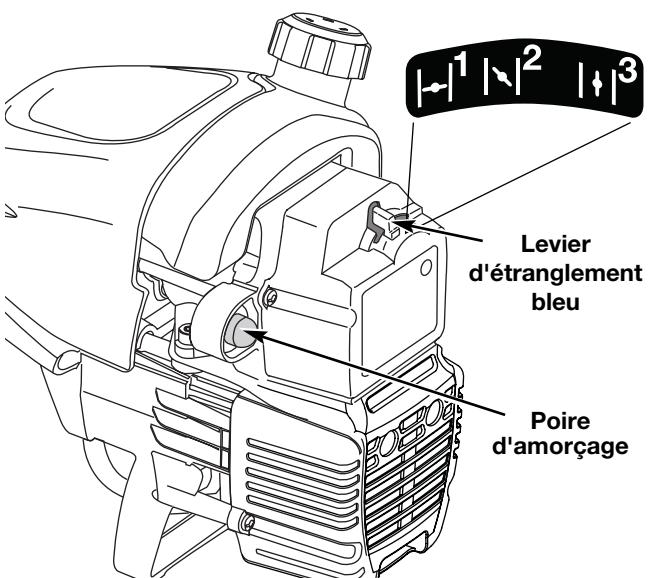

Fig. 7
**REMARQUE :** Il n'est pas nécessaire de faire démarrer la machine. La commande On/Off (Arrêt/Marche) est en position ON (I) en permanence.
- 2. Pressez et relâchez la poire d'amorçage à 10 reprises, lentement. Une certaine quantité d'essence **devrait être visible dans la poire d'amorçage** et les conduites d'essence (Fig. 7). Si vous n'apercevez pas d'essence dans la poire, pressez et relâchez la poire autant de fois qu'il le faut pour y voir de l'essence.
- 3. Placez le levier d'étranglement bleu en **position 1** (Fig. 7).
- 5. Placez le levier d'étranglement bleu en **position 2** (Fig. 7).
8. Une fois que le moteur est chauffé, placez le levier bleu d'étranglement en **position 3** (Fig. 7). La machine est prête à être utilisée.
**SI...** le moteur hésite, remettez le levier en position 2 (Fig. 7) et continuez à le chauffer.